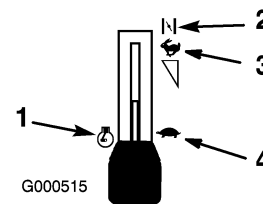

Bild 8
3. Stellen Sie den Gasbedienungshebel auf Choke (Bild 8), bevor Sie einen kalten Motor anlassen.
5. Schieben Sie den Gasbedienungshebel, sobald der Motor angesprungen ist, auf „Schnell“ (Bild 8). Stellen Sie, wenn der Motor aussetzt oder unregelmäßig läuft, den Gasbedienungshebel für ein paar Sekunden wieder zurück auf „Choke“. Schieben Sie dann den Gasbedienungshebel in die gewünschte Stellung. Wiederholen Sie diesen Vorgang nach Bedarf.
1. Stellen Sie dann den Gasbedienungshebel auf „Schnell“ (Bild 8).